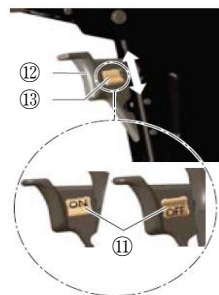

図 9
8. 安全ボタン⑪の使用法
シース⑥を交換する際に安全ボタン⑪を OFF にし、安全のため骨パンチが作動しないようにする（図 9）。
- (1) 安全ボタン⑪を ON にすると、骨パンチが作動する状態になる。
(2) 安全ボタン⑪を OFF にすると、骨パンチが作動しない状態（安全モード）になる。